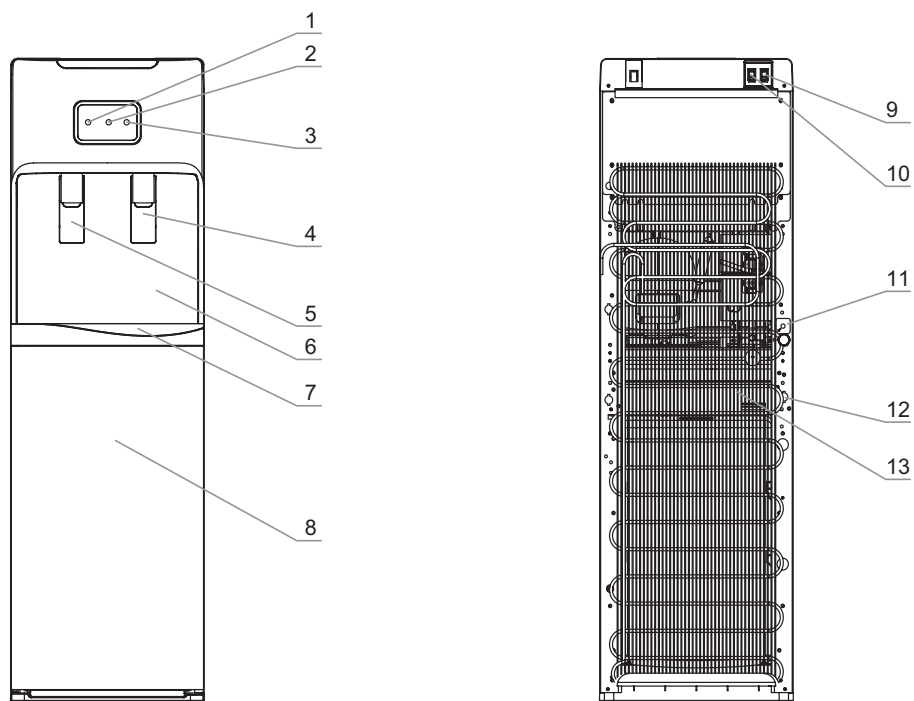

Рис. 1. Схема аппарата V115A
Для того чтобы налить горячую воду, нажмите кружкой на кран подачи горячей воды (рис. 1–5). Для того, чтобы налить холодную воду нажмите кружкой на кран подачи холодной воды (рис. 1–4). В силу технических особенностей кранов допустимо подкапывание воды в объеме 5–10 мл, после каждого использования аппарата, капли стекают в лоток каплесборника (рис. 1–7).
Выключатели нагрева (рис. 1–9) и охлаждения (рис. 1–10)
Индикатор охлаждения воды (синий) (рис. 1–1) горит, когда аппарат охлаждает воду.
Индикатор нагрева воды (красный) (рис. 1–2) горит, когда аппарат нагревает воду.
Индикатор замены бутылки (желтый) (рис. 1–3) загорается через 5–10 минут после того, как вода в бутылки закончилась и пора заменить бутылку.
4. Остатки воды в системе необходимо слить через сливное отверстие (рис. 1–12), расположенное на задней стенке аппарата, после чего закрыть отверстие.
6. Промойте аппарат чистой водой: необходимо залить в систему около 4 литров чистой воды, затем слить через краны подачи горячей (рис. 1–5) и холодной воды (рис. 1–4) и отверстие для слива (рис. 1–12). При необходимости повторите процедуру.
4. Убедитесь, что горячая вода в аппарате остыла и только после этого слейте воду через сливное отверстие (рис. 1–12), расположенное на задней стенке аппарата, после чего закройте отверстие.